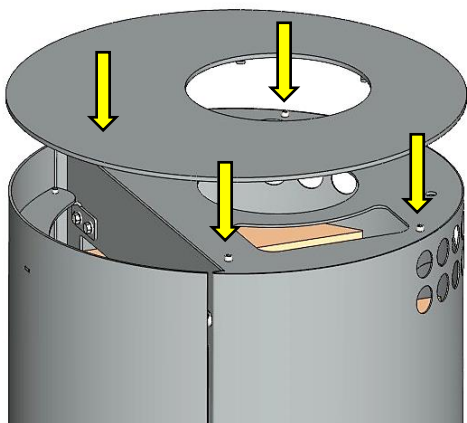

Fig. 9 : monter le couvercle du poêle
- Positionner ensuite le couvercle sur la rehausse (Fig. 9), comme la rehausse. Aucune fixation par vis n'est requise.